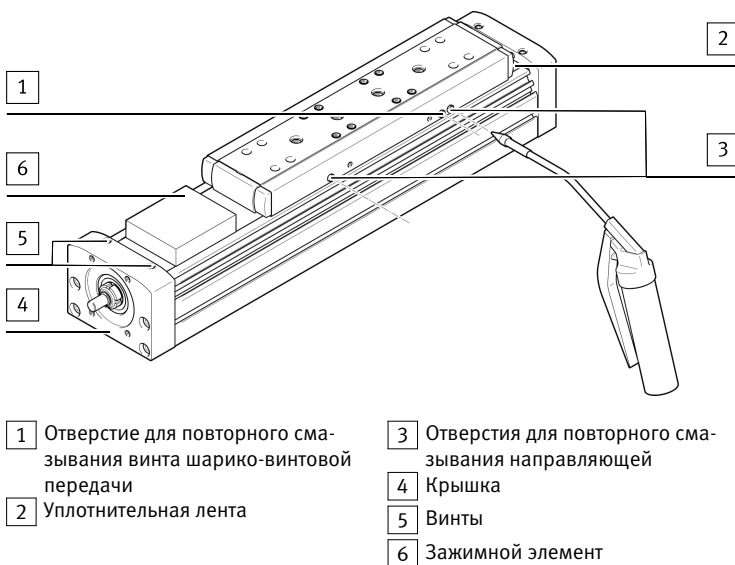

Fig. 15 Смазывание винта шарико-винтовой передачи и направляющей
- Ослабьте винты → Fig.15, [5].
- Подтяните уплотнительную ленту с помощью зажимного элемента → Fig.15, [6].
- Смажьте направляющую и винт шарико-винтовой передачи через все отверстия для повторного смазывания → Fig.15. Принадлежности для технического обслуживания и допустимый смазочный материал